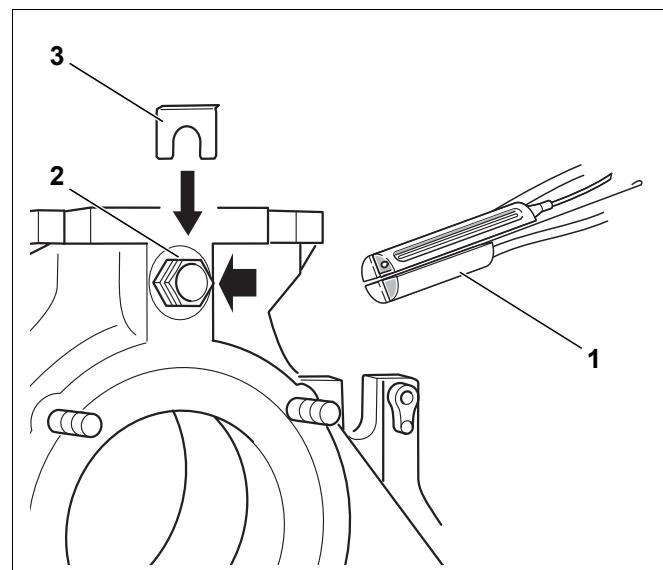

Fig. 62 Montaggio del pacchetto delle sonde di temperatura
Inserire il pacchetto di sonde collegato all'apparecchio di regolazione (tre sonde di temperatura, un pezzo di riempimento fig. 62, [1]) nel pozzetto ad immersione R $\frac{3}{4}$.
- ▶ Condurre la sonda dei tubi capillari al punto di misurazione della caldaia ed inserire le sonde nel pozzetto ad immersione (fig. 62, [2]) bloccandole con l'arresto di sicurezza (fig. 62, [3]).